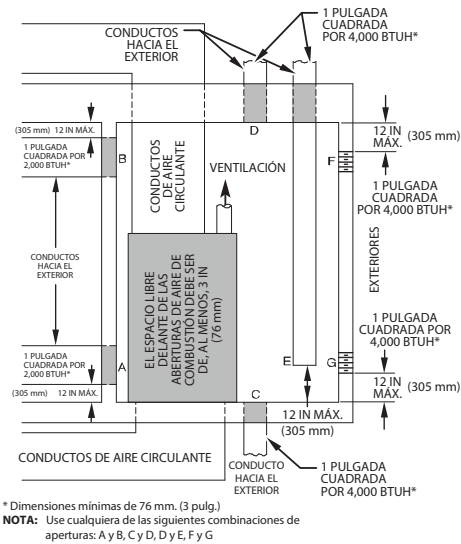

Fig. 8 – Aire para combustión, ventilación y dilución del exterior
2. Proporcione DOS ABERTURAS AL EXTERIOR, una de entrada y otra de escape del aire de combustión y ventilación hacia el exterior, consulte Fig. 8.
- b. Siga las indicaciones de Fig. 8 y Tabla 3 para el tamaño de las aberturas y los conductos.
- c. DOS CONDUCTOS HORIZONTALES requieren 645 mm cuadrados (1 pulgada cuadrada) de área libre por cada 2000 BTUH (1100 mm²/kW) de entrada combinada para todos los electrodomésticos de gas situados en dicho espacio, consulte Fig. 8 y Tabla 3.
- d. DOS CONDUCTOS O APERTURAS VERTICALES requieren 645 mm cuadrados (1 pulgada cuadrada) de área libre por cada 4000 BTUH (550 mm²/kW) de entrada combinada para todos los electrodomésticos de gas situados en dicho espacio, consulte Fig. 8 y Tabla 3.
- 645 mm cuadrados (1 pulgada cuadrada) de área libre por cada 3000 BTUH (734 mm²/kW) de entrada combinada para todos los electrodomésticos de gas situados en dicho espacio, consulte Fig. 8 y Tabla 3.